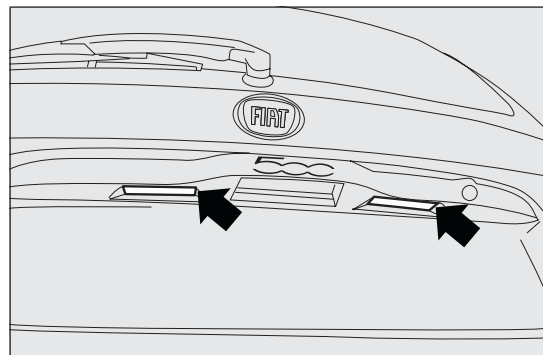

РИС. 119
- нажать в точке, указанной стрелкой РИС. 119 , и снять прозрачную крышку А;